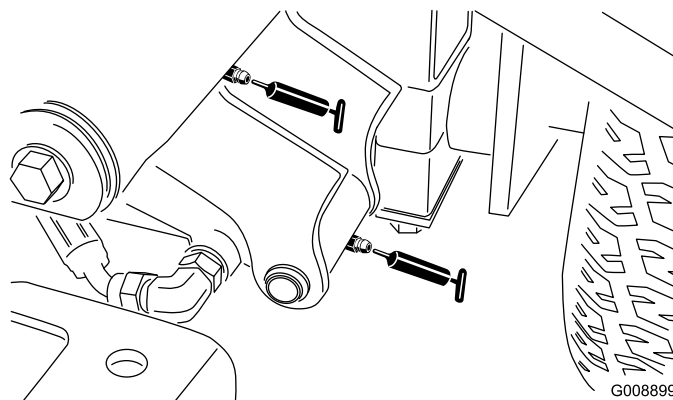

Figura 33
- Articulação do braço de elevação dianteiro esquerdo e cilindro de elevação (2) (Figura 33)